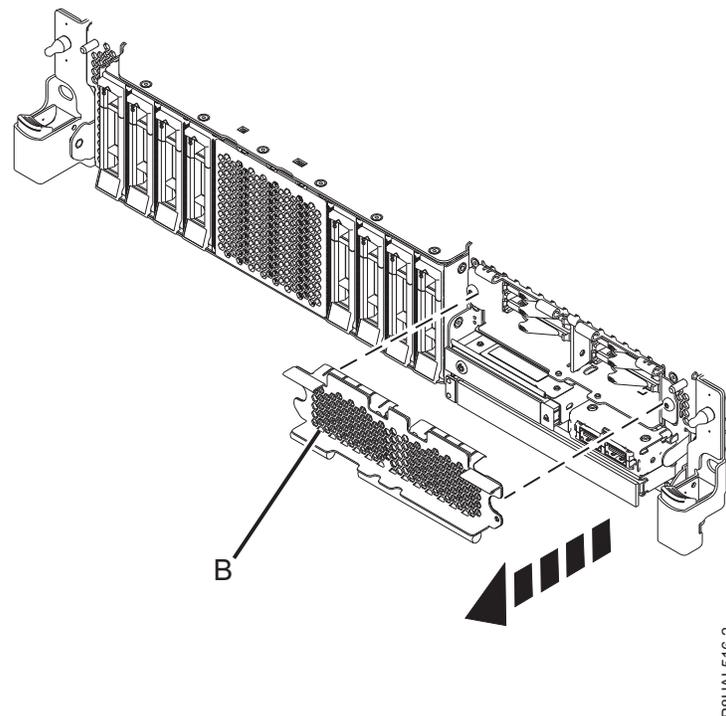

Abbildung 42. SSD-Gehäuseabdeckung für den Zugriff auf die SSD-Steckplätze in einem System mit erweiterten Funktionen abheben
10. Um auf die SSD-Steckplätze zuzugreifen, heben Sie die perforierte Platte **(B)** ab, die das SSD-Gehäuse abdeckt, wie in Abb. 42 dargestellt.